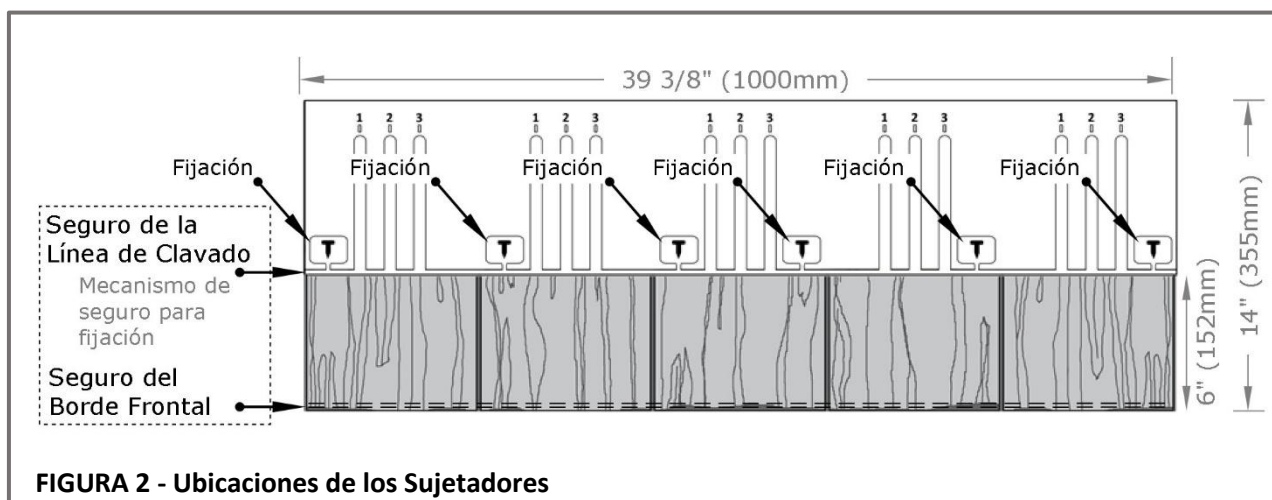

FIGURA 2 - Ubicaciones de los Sujetadores
- Los sujetadores deben ubicarse dentro de los seis recuadros indicados en la teja. Vea la **Figura 2**.